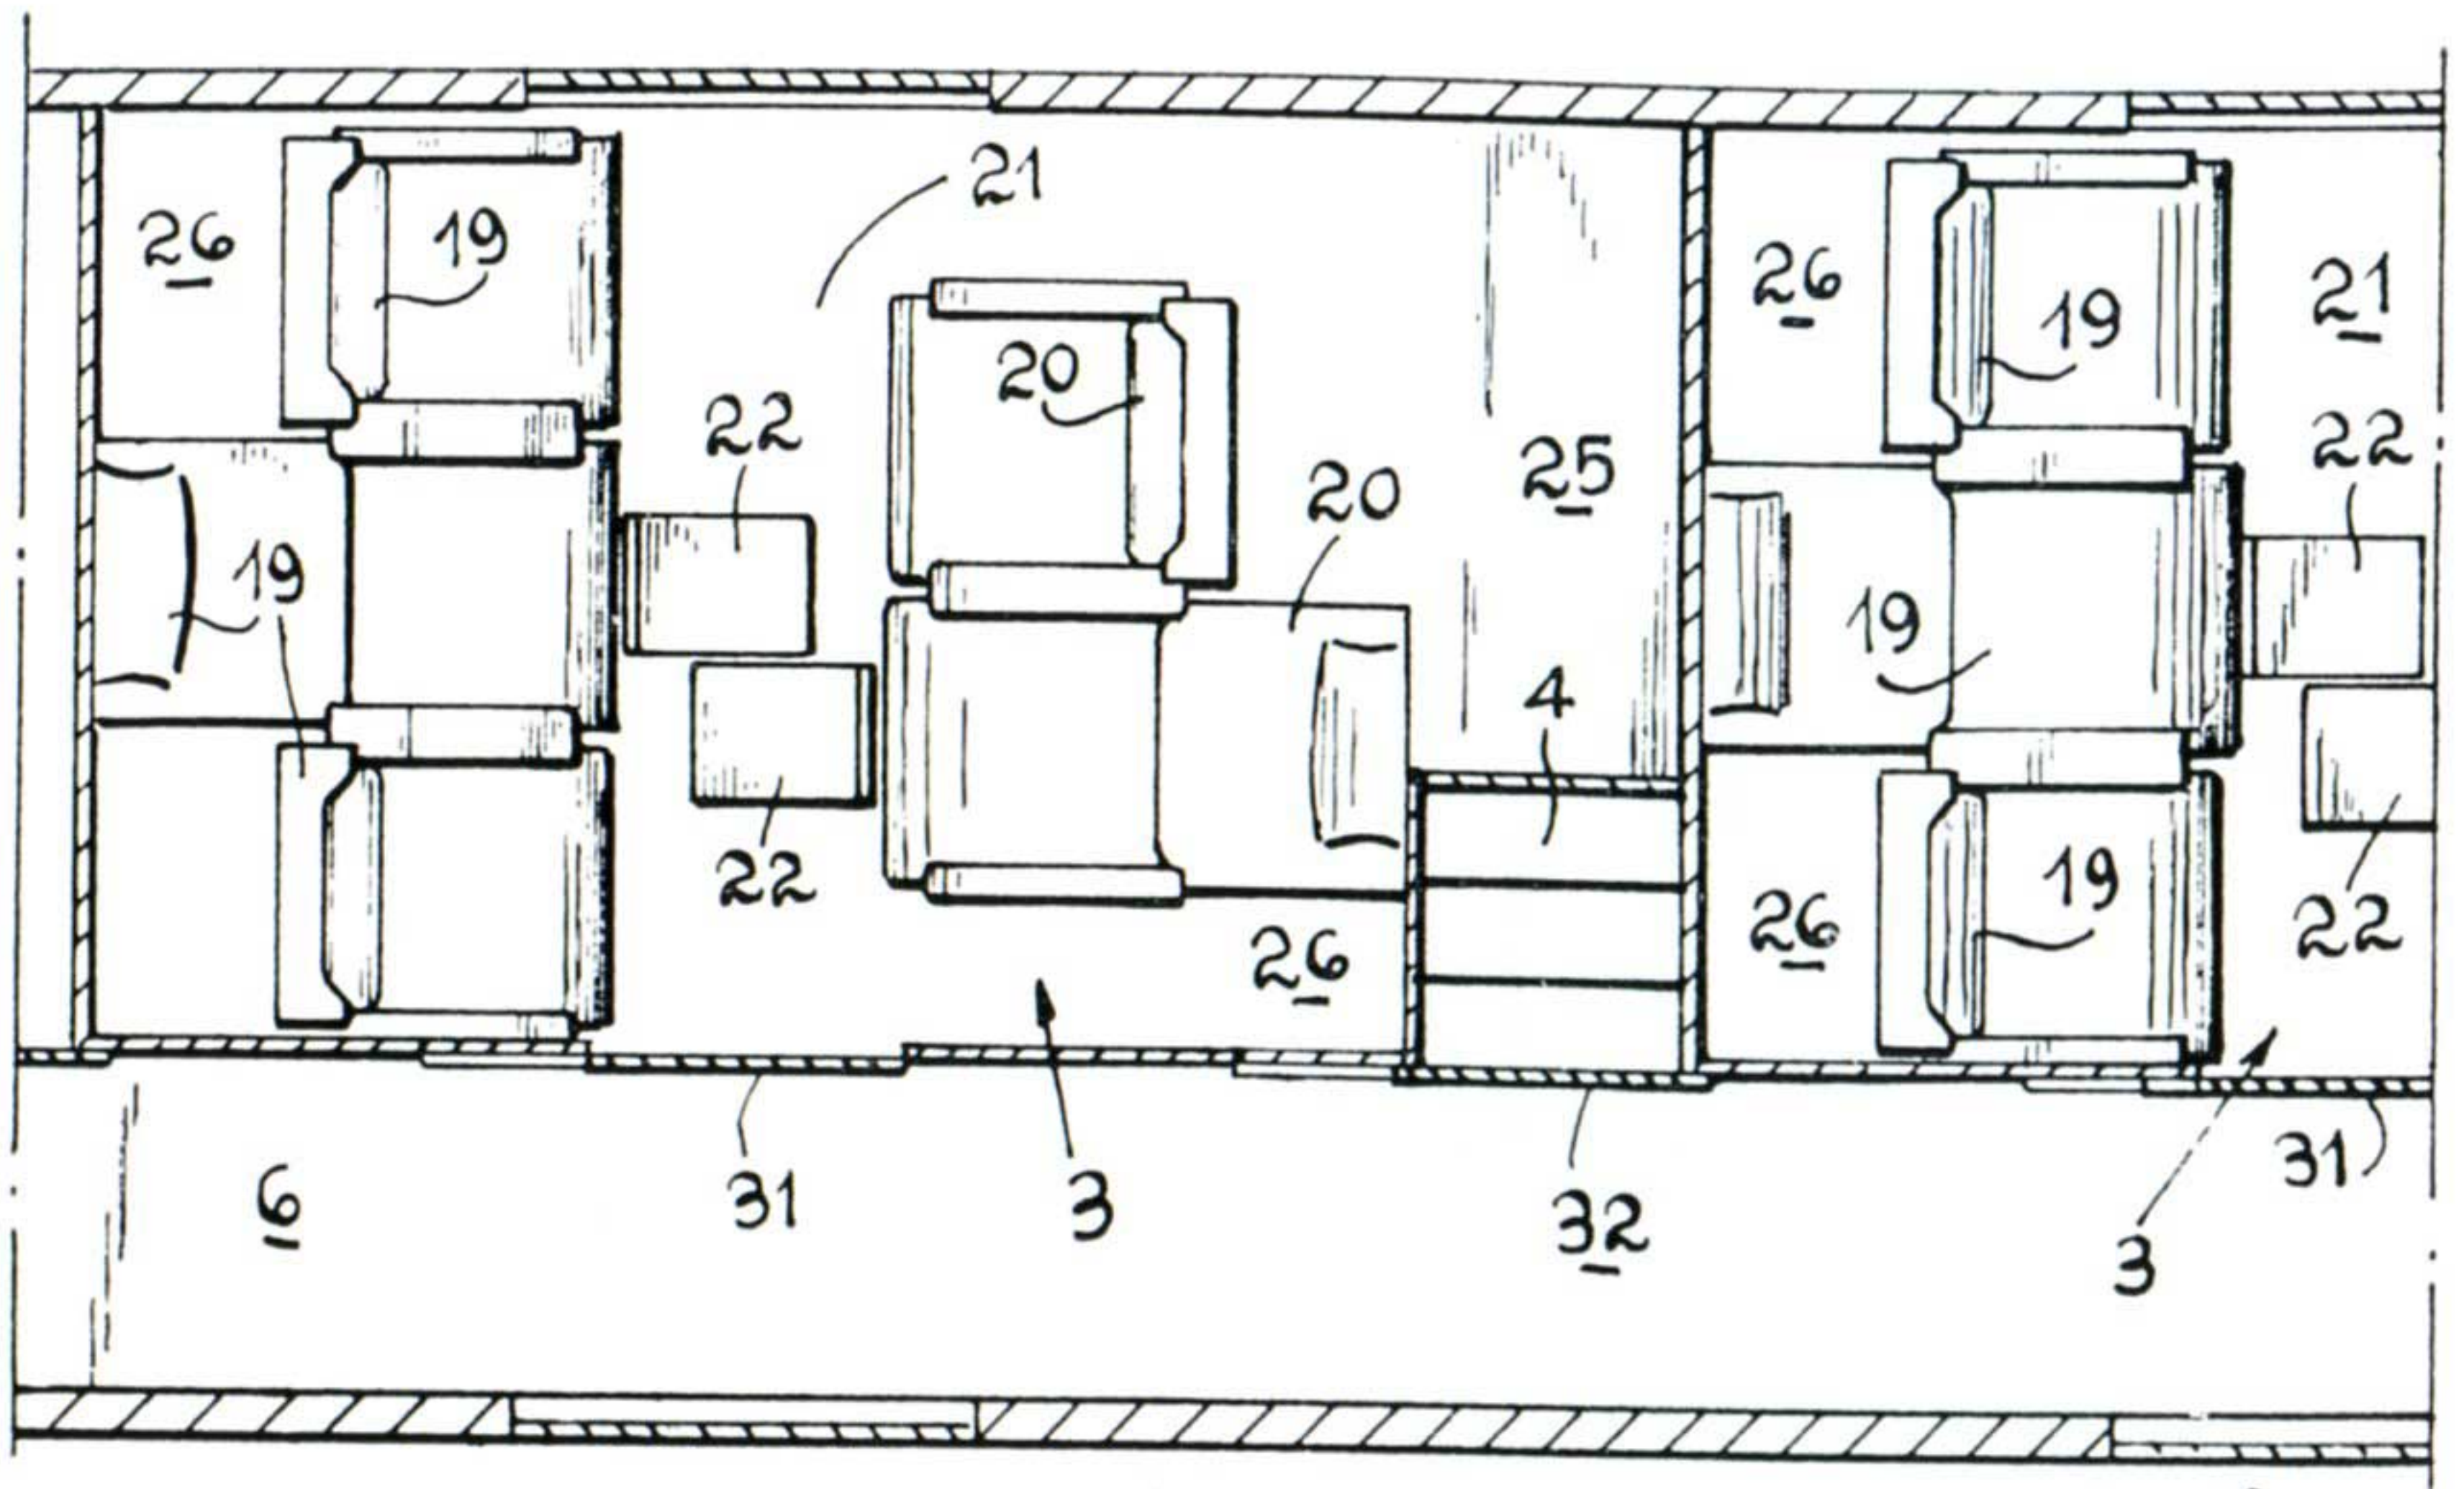

FIG. 4
25 Soute à bagages compartiments inférieurs (fig. 4 et 5).
Cette obligation de prévoir des appui-jambes amovibles, jointe à celle de conserver des compartiments séparés dans lesquels les voyageurs sont placés l'un en face de l'autre, nous a amené à prévoir pour les fauteuils inclinables une disposition en quinconce (fig. 4).
De plus, en-dessous du plancher du compartiment supérieur voisin une soute à bagages est aménagée pour les voyageurs de chaque compartiment, voir (25) fig. 4 et 5, elle peut contenir une dizaine de valises moyennes.